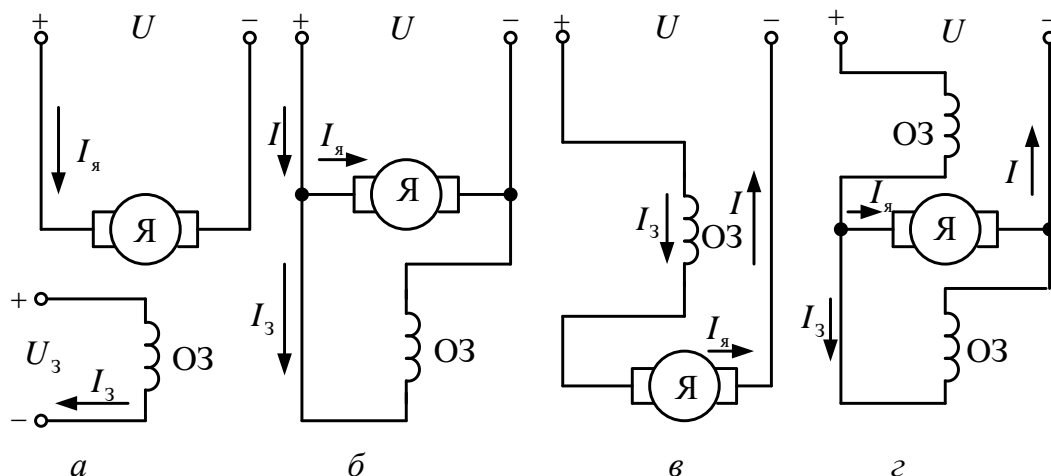

Рисунок 1
5. На рис.1,в показана машина постійного струму: